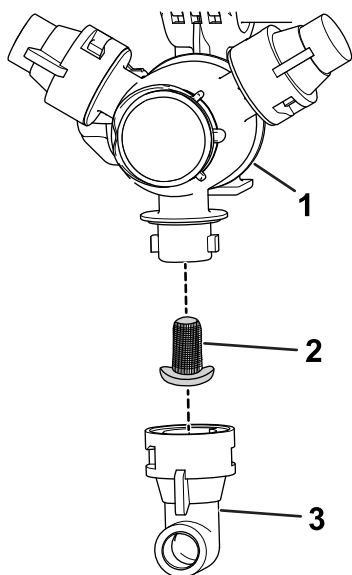

Figura 56
2. Retire o bico da cabeça de pulverização (Figura 56).
4. Instale o novo filtro do bico (Figura 56).
5. Instale o bico na cabeça de pulverização (Figura 56).
3. Retire o filtro do bico antigo (Figura 56).